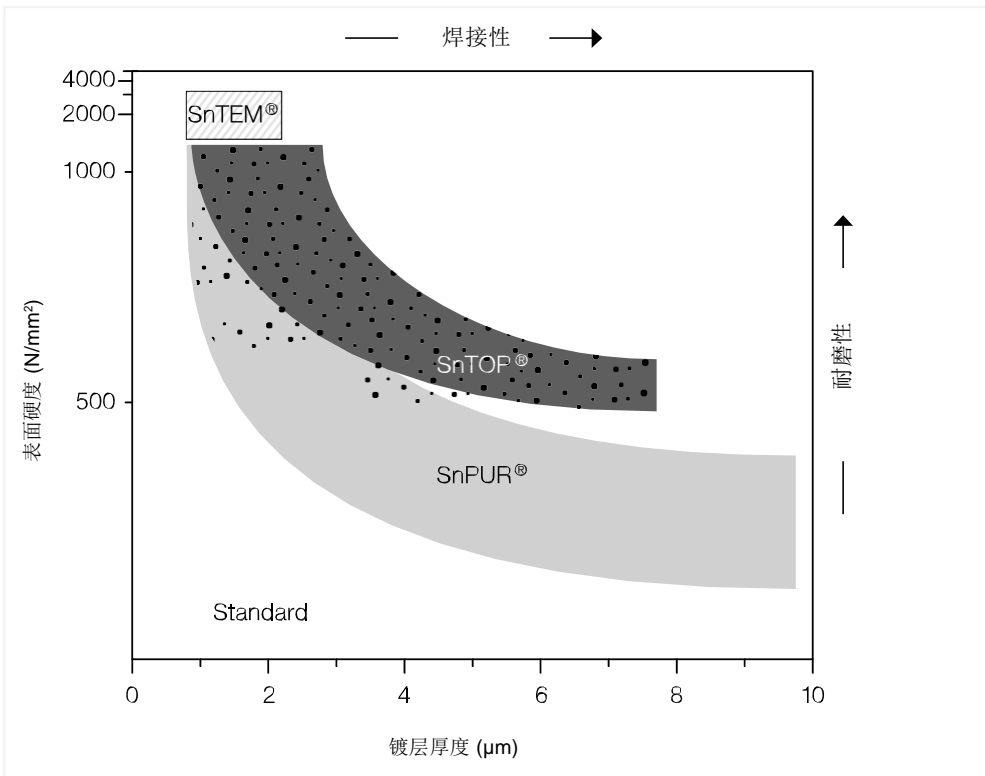

图 4: 硬度 HU 与镀层种类和厚度有关。
- | 使用具有高表面硬度的 SnTEM®镀层可获得良好的耐磨性，见图 4。